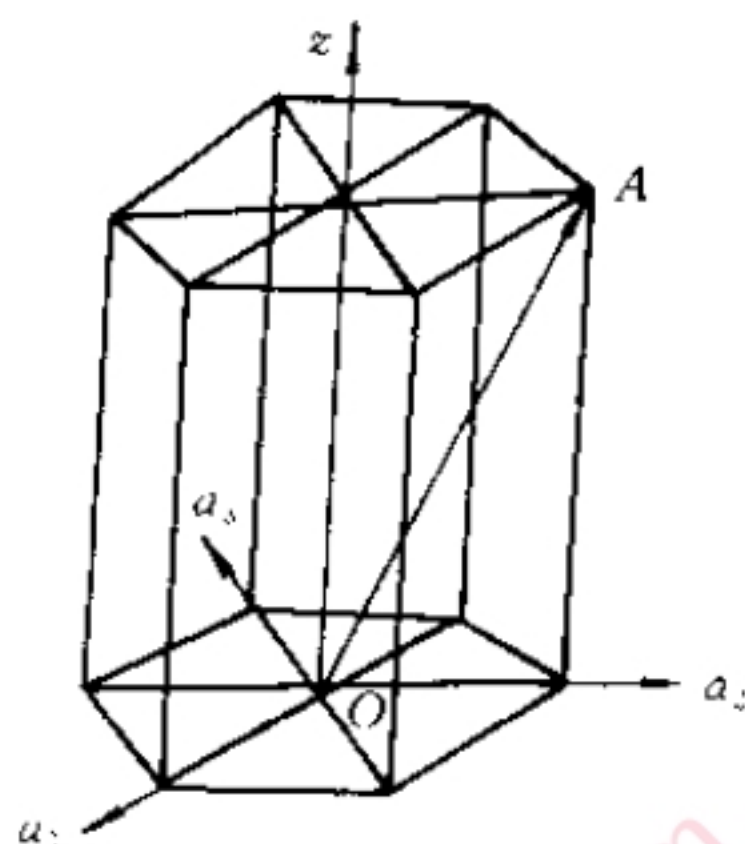

图 1-6  $\overrightarrow{OA}$  晶向
- (1) 绘出以下常见晶面:  $(11\bar{2}0)$ ,  $(01\bar{1}0)$ ,  $(10\bar{1}2)$ ,  $(1\bar{1}00)$ ,  $(\bar{1}012)$ ;
- (2) 求出图 1-6 中所示晶向的晶向指数。
(2) 图 1-6 中,  $OA$  晶向的确定: